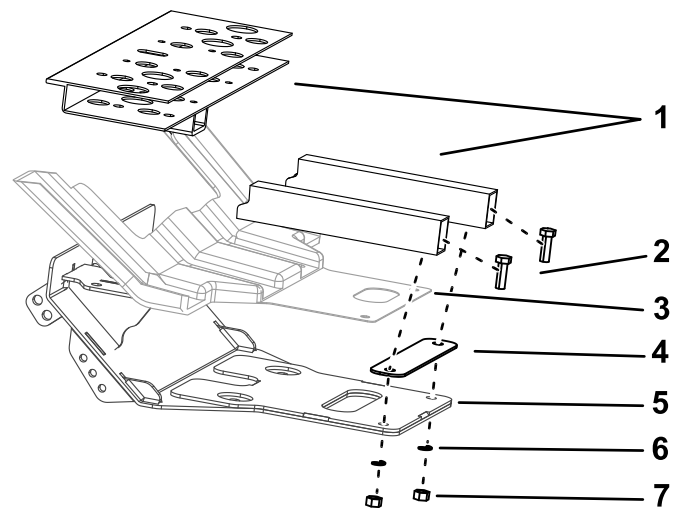

Bild 2
5. Befestigen Sie den Pflugunterfahrschutz und den Unterfahrschutz des Fahrzeugs mit den vorhandenen und dem Kit beiliegenden Befestigungsmitteln am Fahrzeugrahmen, wie in Bild 2 und Bild 3 dargestellt.